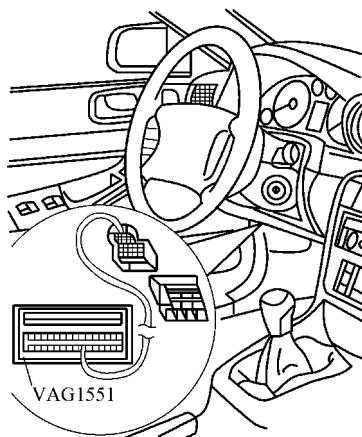

图 5-83 连接诊断插头
- ① 仪表板左侧的熔丝盒内 10、28、29、32、34、43 号熔丝正常。
- ② 蓄电池电压不低于 11.5V。
- ③ 发动机及车身（蓄电池下）搭铁线正常。
- ④ 发动机控制单元及诊断连线正常。
- 3) 连接诊断插头, 如图 5-83 所示。